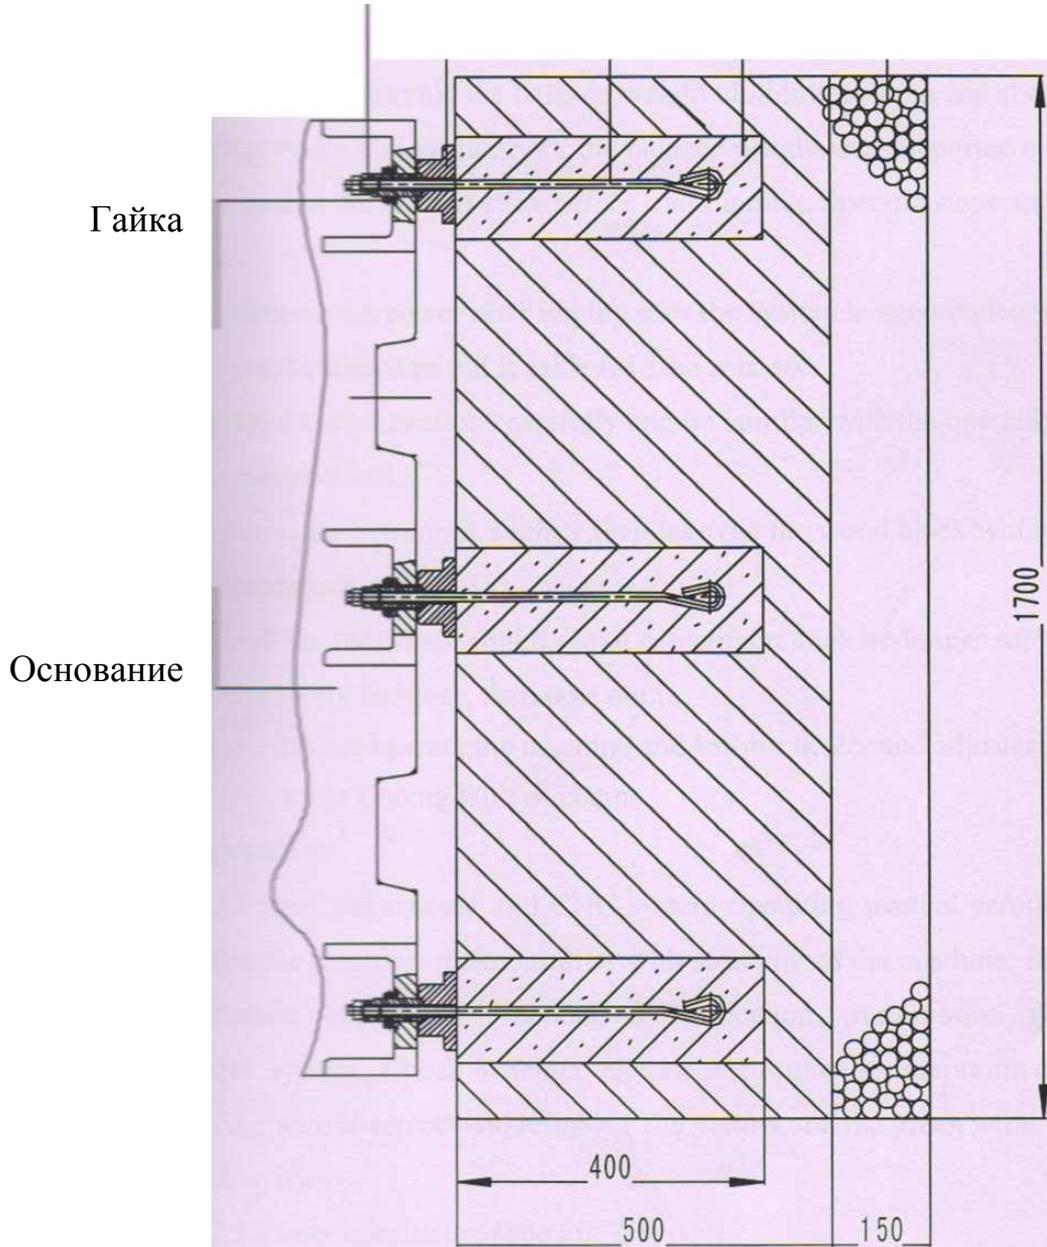

Рис. 6.3
3. Ставить станок на четыре калибровочных блока и крепления калибровочных блоков необходимо через отверстия в основании; затем закрепляются прижимные шайбы и гайки, но гайки не блокируются (см. рис. 6.3)